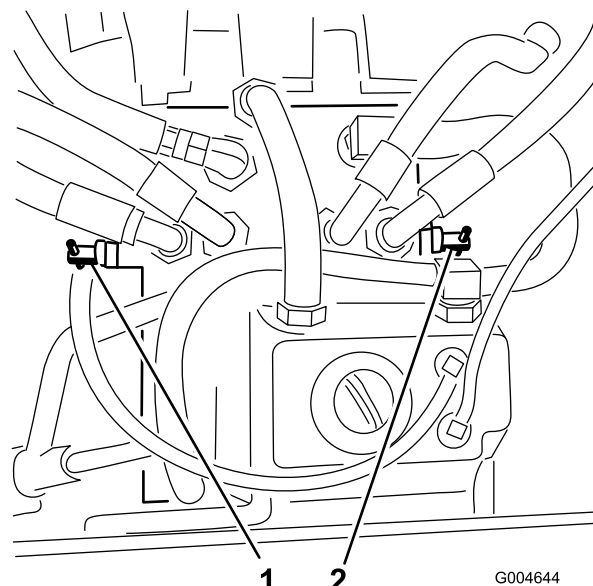

Figura 28
3. Girate ogni valvola di bypass di un giro in senso antiorario (Figura 28).
Girate ogni valvola di bypass di un giro in senso orario e serratela a mano (Figura 28).